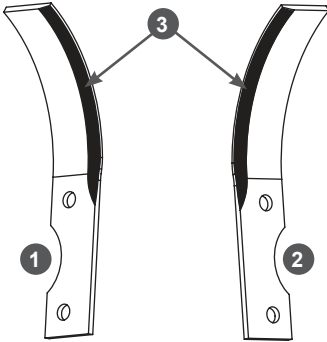

Рис. 7. Ножи фрез
- разделите ножи фрез на правые и левые. Правые ножи 1 при установке на правую фрезу будут иметь изгиб в сторону от редуктора, левые ножи 2 при установке на правую фрезу будут иметь изгиб в сторону редуктора (Рис. 7).